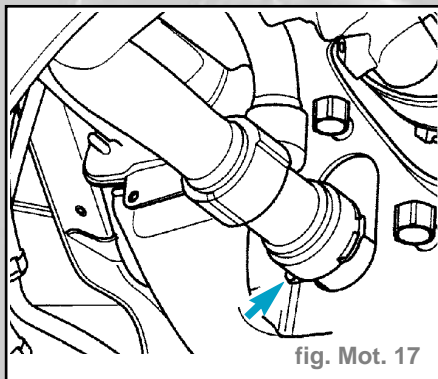

fig. Mot. 17
- Retirer l'agrafe de retenue de la durite inférieure et déposer la durite du radiateur (fig. Mot. 17).